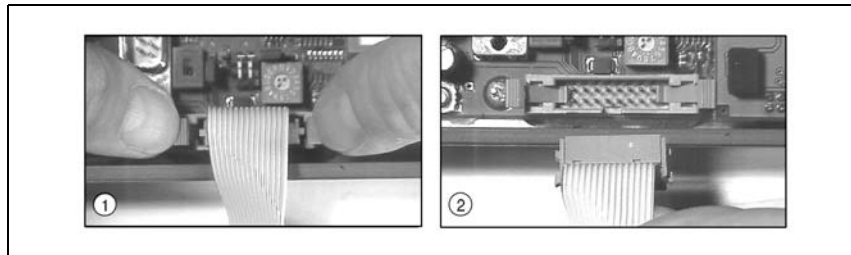

Figure 6.10 : Détachement du câble plat dans le MA 10
Pour faciliter l'accès, vous pouvez retirer le câble plat sur la carte imprimée électronique comme illustré à la figure 6.10.
✚ *Appuyez avec précaution en même temps sur les deux leviers d'arrêt du connecteur du câble plat, comme indiqué à la figure 6.10 dans la partie ①, afin de débloquer la fiche.*
Le câble est maintenant libre (② figure 6.10) et vous pouvez enlever la partie comprenant l'électronique et les bornes d'alimentation pour effectuer le branchement sans être gêné.